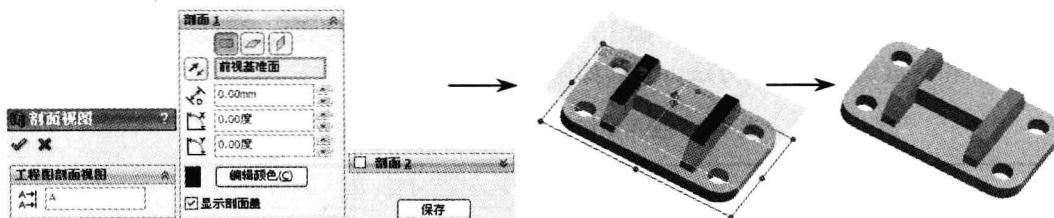

图 1-7 创建剖面视图的操作
- “剖视图”按钮：单击该按钮后，将在“属性管理器”中显示“剖面视图”的属性设置操作界面，通过选择“剖面”，并输入不同的参数，单击“确定”按钮，可创建模型的剖面视图，如图 1-7 所示。